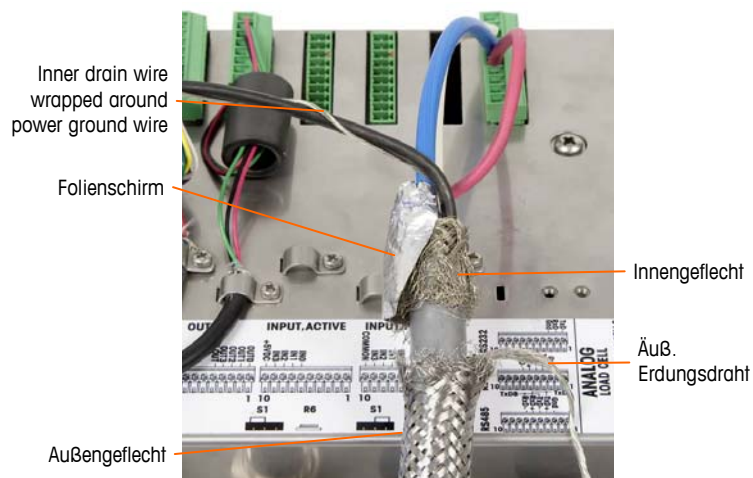

Abbildung 2-45: PDX-Kommunikationskabel, Gehäuse für den Schalttafeleinbau
- a. Das äußere Geflecht zurückschieben und das abgeschnittene innere Geflecht und die Folienabschirmung gleichmäßig über die Kante des Kabelisolierungsmantels falten (siehe Abbildung 2-45).